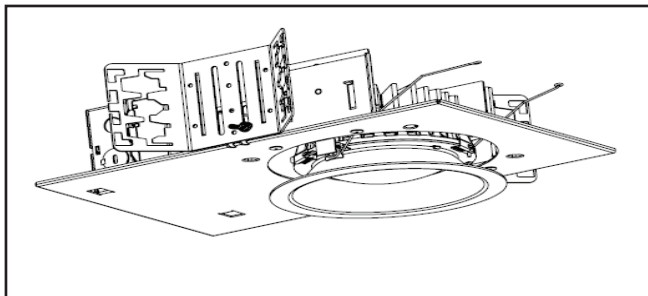

Figura 9
9. Instale el motor de la luminaria LED y la unidad de la moldura insertando los muelles de torsión en los receptores del muelle ubicados dentro del alojamiento (Figura 9).
1. Extraiga la unidad de la moldura del alojamiento (Figura 9.).